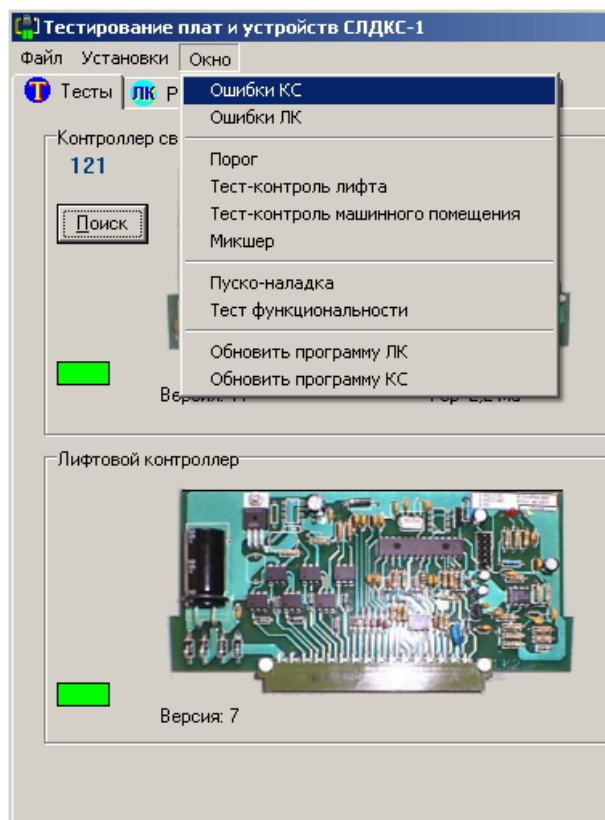

Рисунок 8. Вызов окна «Ошибки КС»
- При неудачном завершении теста следует перейти к полуавтоматическому поиску неисправности на плате контроллера связи. Для этого выберите пункт основного меню **Окно/Ошибки КС** (рисунок 8).